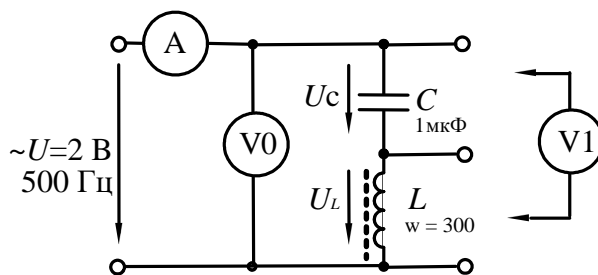

Рисунок 12 –Исследования неразветвленной цепи LC
3.1. Соберите цепь согласно схеме (рис. 12), подсоедините регулируемый источник синусоидального напряжения и установите напряжение на его входе 2В и частоту 500Гц. В качестве индуктивности с малым активным сопротивлением используйте катушку трансформатора 300 витков, вставив между подковами разъемного сердечника полоски бумаги в один слой (немагнитный зазор).